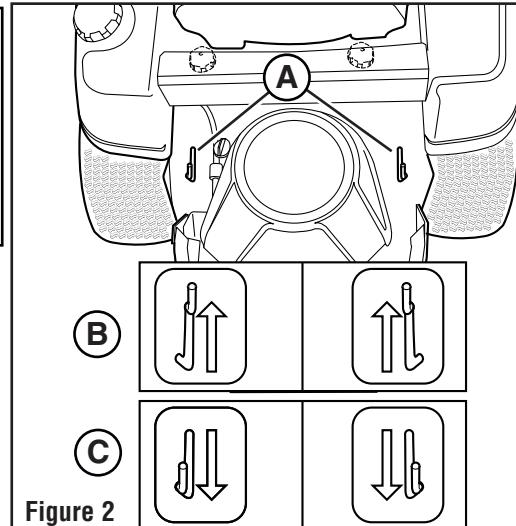

Figure 2
- Disengage the Transmission Release Levers (A, Figure 2), by pulling them back and out towards the side of the machine (C).
- Engage the Transmission Release Levers (B, Figure 2).
- Débrayer les leviers de débrayage de transmission (A, Figure 2) en les tirant vers l'arrière et l'extérieur vers le côté de la machine (C).
- Engagez les Transmission Release Levers (B, Figure 2).